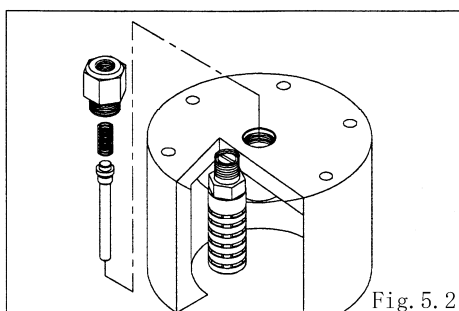

Fig. 5.2
- ・ユニオンを外し、エアチャンバーA からスプリング、バルブを取り外す。〔Fig.5.2〕